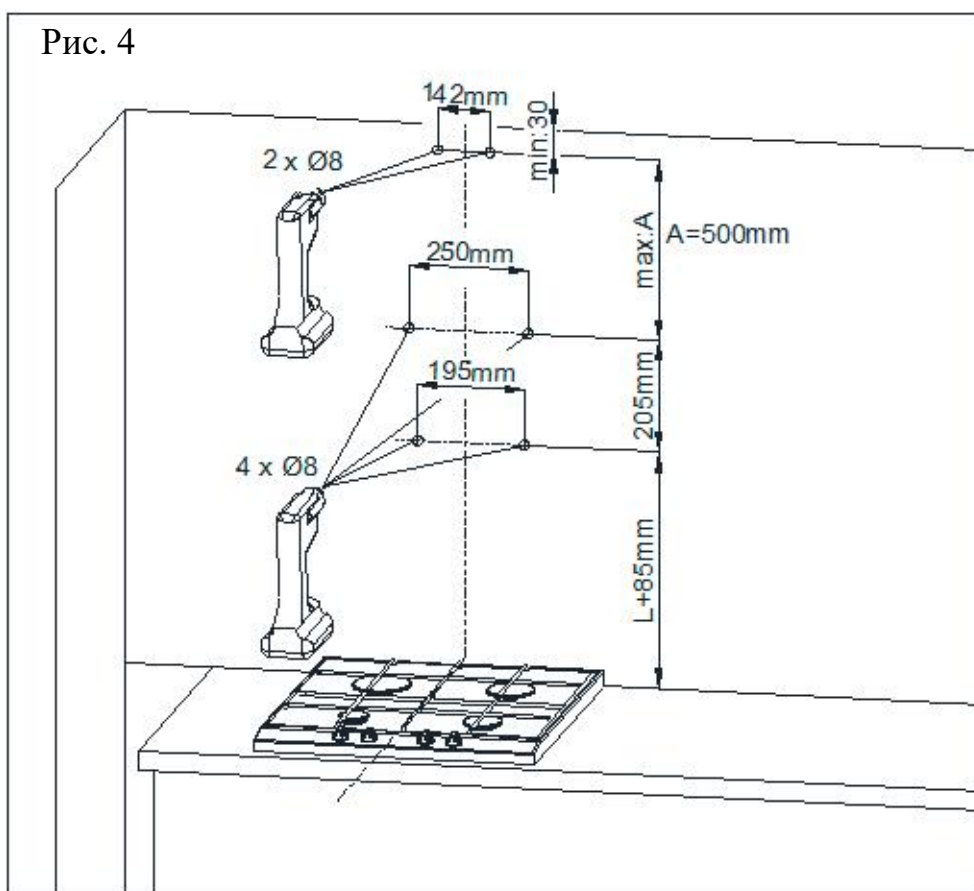

Рис. 5
2. В высверленные отверстия вставьте распорные дюбели. В два отверстия, обозначенные буквой А, вкрутите шурупы, оставляя 7 мм длины шурупа снаружи дюбеля (Рис. 5).